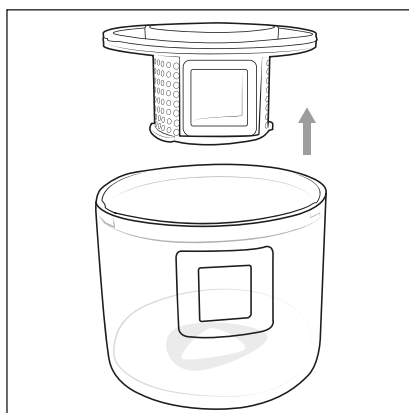

Fig. 6
- 3) Futni dorën në hapjen e filtrit të pluhurit **6** dhe tërhiqeni atë nga koshi i pluhurit **4** (Fig. 6).